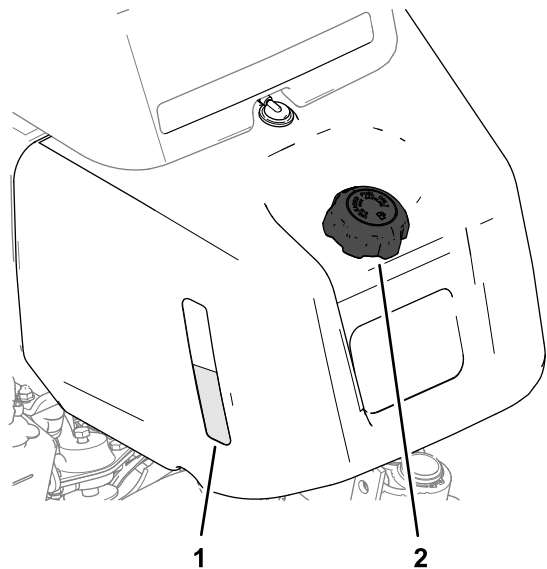
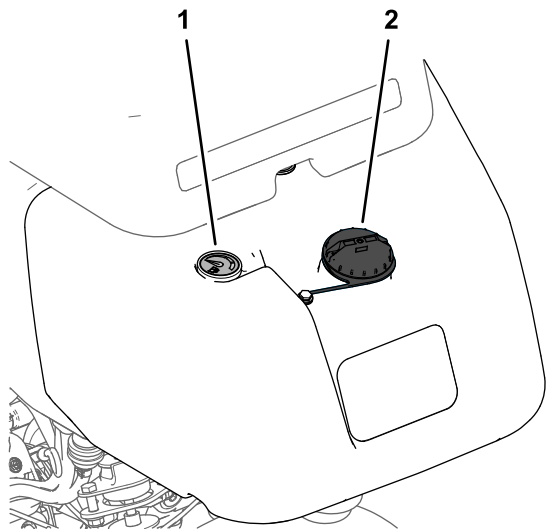

图20
图21
1. 清理燃油箱盖附近的区域，然后将其卸下（图21 或图20）。